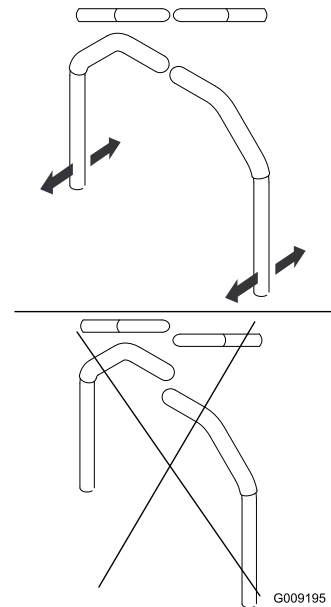

Figura 84
4. Ajuste la posición delante/detrás de las palancas acercándolas a la posición de PUNTO MUERTO y deslizándolas hasta que queden alineadas, y luego apriete los pernos (Figura 84).